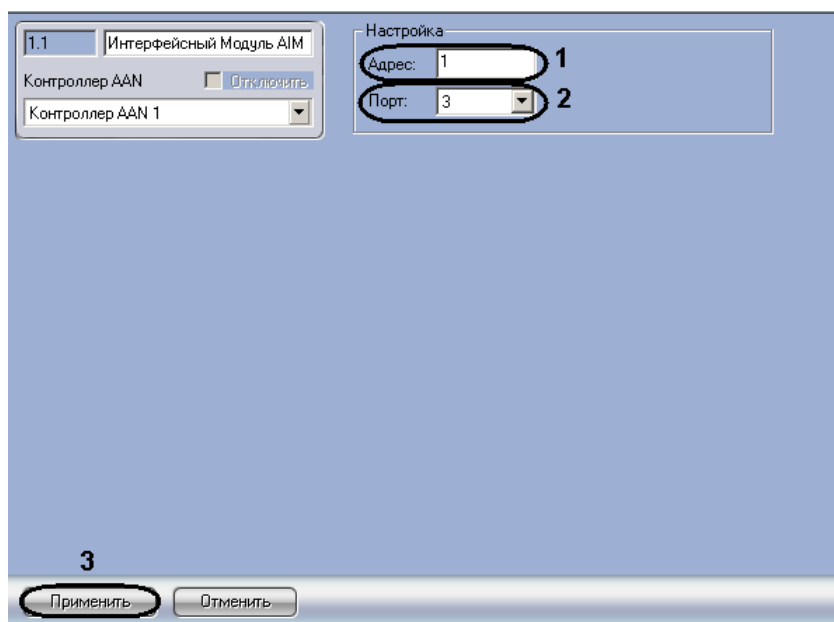

Рис. 3.4-2 Панель настроек объекта Интерфейсный Модуль AIM
1. Перейти на панель настроек объекта **Интерфейсный Модуль AIM** (Рис. 3.4-2).
2. Ввести в поле **Адрес:** уникальный адрес интерфейсного модуля AIM (см. Рис. 3.4-2, 1).
3. Из раскрывающегося списка **Порт:** выбрать порт подключения интерфейсного модуля AIM (см. Рис. 3.4-2, 2).
4. Для сохранения изменений нажать кнопку **Применить** (см. Рис. 3.4-2, 3).